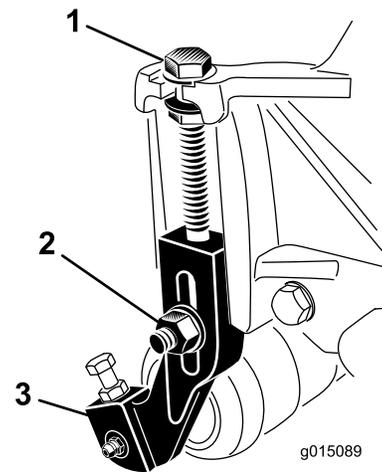

Bild 18
1. Lösen Sie die Sicherungsmuttern, mit denen die Schnitthöhenhalterungen an den Seitenplatten der Schneideinheit befestigt sind (Bild 18).